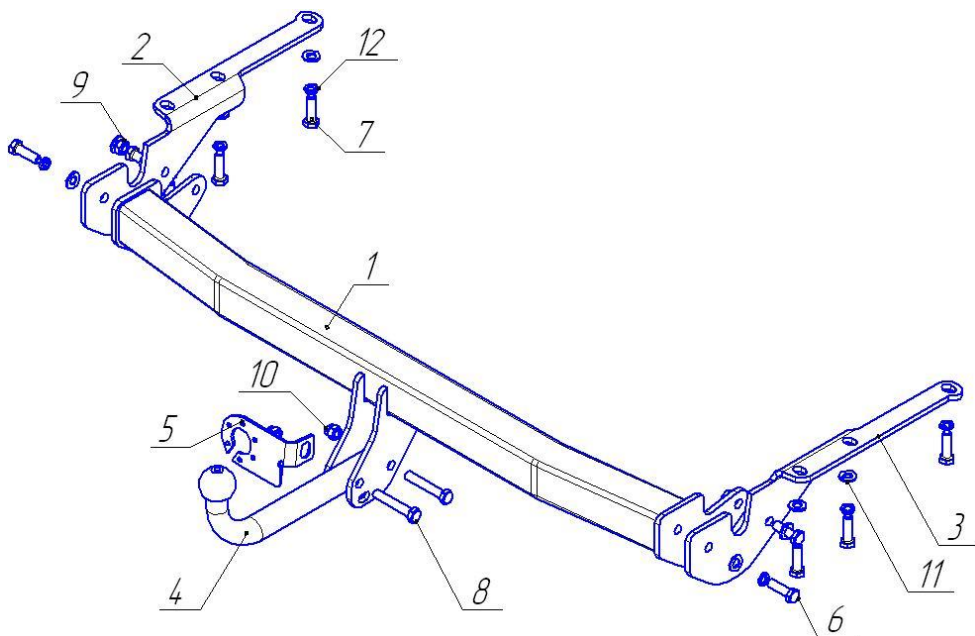

Рис.1 Установка на автомобиль
- Закрепить кронштейны поз.2,3 (Рис.1) к лонжеронам с помощью крепежных элементов поз.7,11,12 (крепеж не затягивать!);